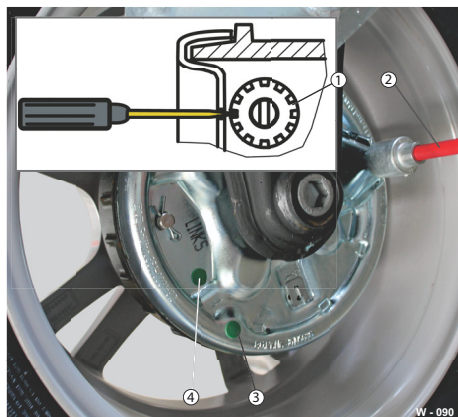

Abb. 63 Beispiel: Trommelbremse, AL-KO
- ▶ Stopfen der Einstellöffnung (Abb. 63/4) entfernen.
- ▶ Nachstellmutter (Abb. 63/1) mit einem Schlitzschraubendreher verstellen - Pfeilmarkierungen beachten: in Pfeilrichtung drehen => Bremse nachstellen / gegen Pfeilrichtung drehen => Bremse lösen.